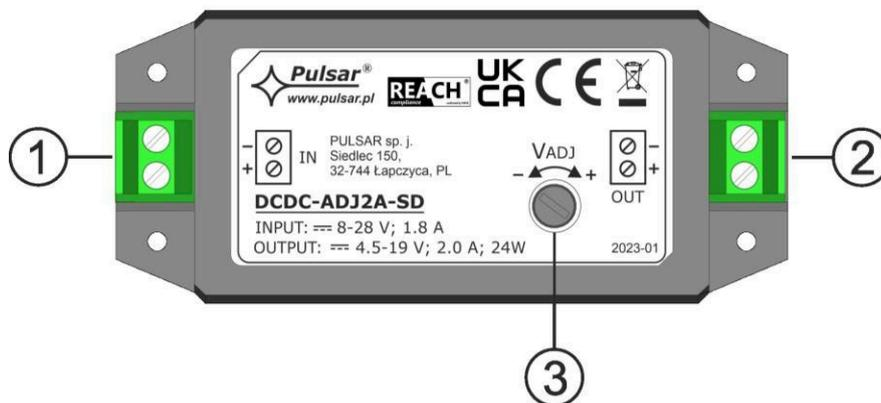

Fig. 2a. Vue du module convertisseur DCDC-ADJ2A-SD.
1.2. Description des composants et des connecteurs du bloc d'alimentation (Fig. 2a,